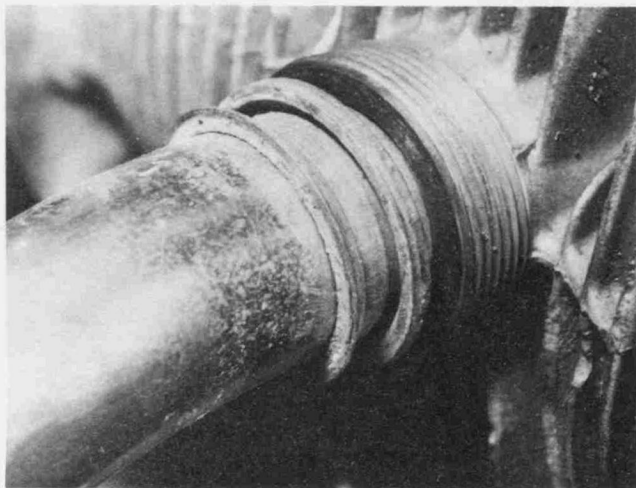

Bild 103
- Die Auspuffanlage wieder anbauen und erforderlichenfalls neue Dichtringe verwenden. Vor dem Festziehen der Sternmutter ist das Querrohr einzusetzen; jedoch werden die Querrohr-Einbauschrauben zuletzt festgezogen (Bild 103).